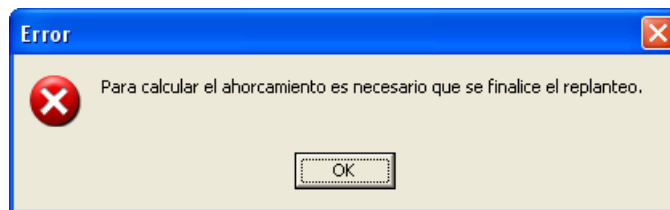

Figura 11.26.
- Figura 11.26: Los ahorcamientos se calculan cuando se finaliza la última catenaria y por eso muestra este error.